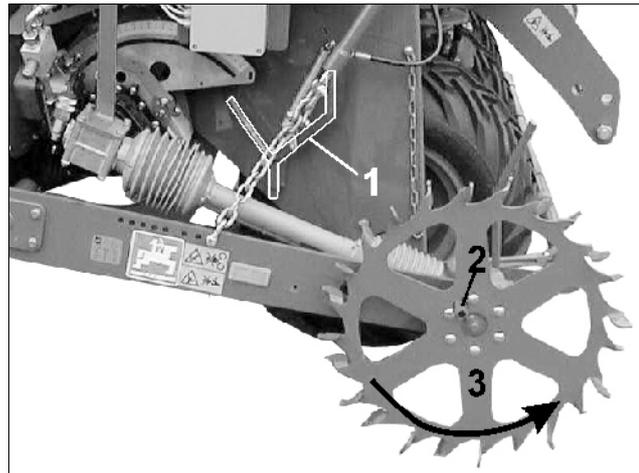
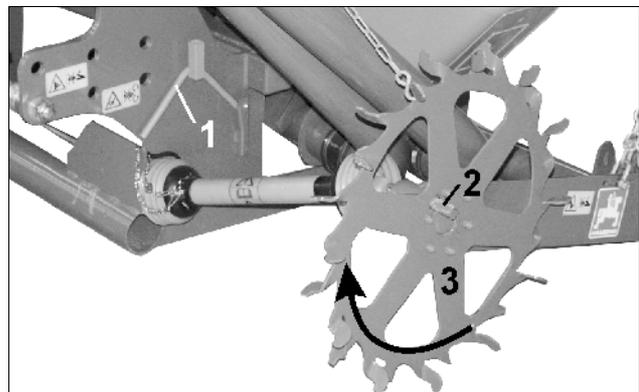

Fig. 70
Fig. 71
- Nehmen Sie die Abdrehkurbel (Fig. 70/1, Fig. 71/1) zur Hand.
- Abdrehkurbel über 4-Kant-Ansatz (Fig. 70/2, Fig. 71/2) auf Spornrad (Fig. 70/3, Fig. 71/3) stecken.
**FPS** (Fig. 70): Spornrad **links** herum drehen!
**FRS** (Fig. 71): Spornrad **rechts** herum drehen!
- Abdrehkurbel (Fig. 70/1) in die Halterung stecken